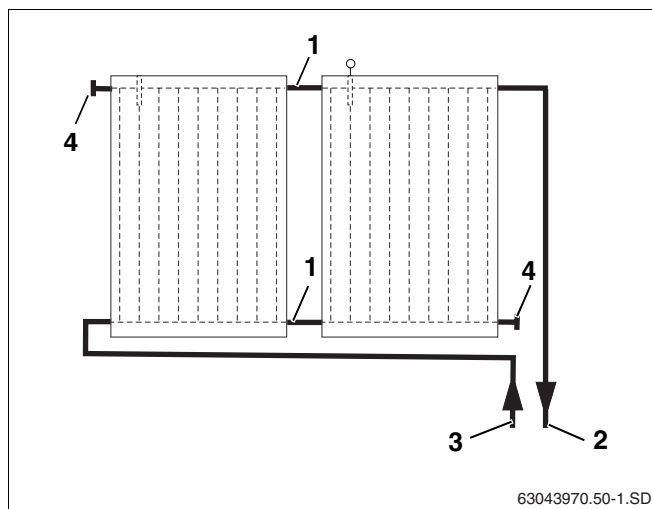
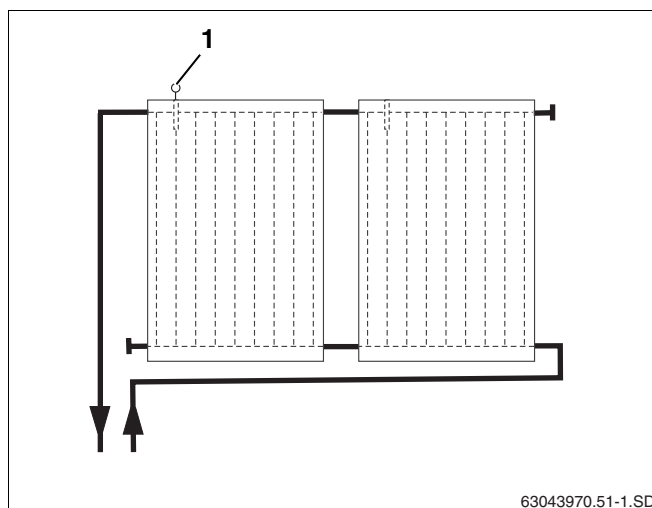

Fig. 39 Conexión hidráulica (derecha)
Fig. 40 Conexión hidráulica (izquierda)
La conducción de tubos del campo de colectores debe realizarse según el principio de Tichelmann. De esta forma se garantiza que cada uno de los colectores reciba el mismo caudal (fig. 40).
La tubería de impulsión puede montarse a la derecha (fig. 39) o a la izquierda (fig. 40). En estas instrucciones se ha representado la tubería de impulsión en el lado derecho.
Los colectores deben montarse de tal forma que los pasos para el soporte de la sonda del colector (fig. 40, **pos. 1**) se encuentren arriba.